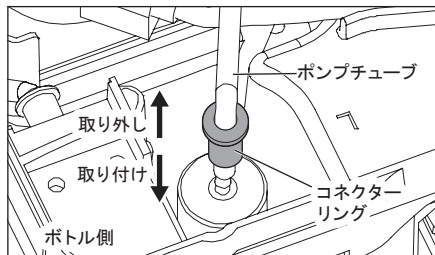

図37
- 3) ボトル側、操作パネル側のジョイントからそれぞれポンプチューブを取り外してください。(図 37、38)